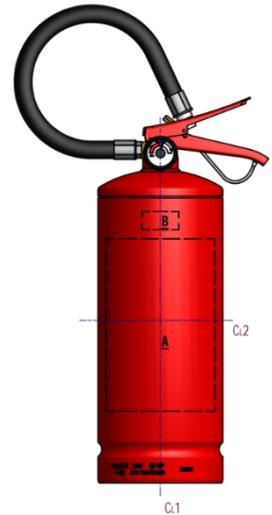

Figura 8 - Posicionamento do Quadro de Instruções
- Imaginariamente, crie uma linha de centro no sentido vertical extintor, tendo como base o indicador de pressão, conforme indicação "**CL1**" da Figura 8.
- Novamente, crie outra linha de centro imaginária no sentido horizontal do recipiente do extintor, desconsiderando os frisos, conforme indicação "**CL2**" da Figura 8.
- O selo de identificação da conformidade do INMETRO deverá ficar centralizado com a linha de centro vertical (“**Cl1**”), logo acima do quadro de instruções, conforme retângulo tracejado com indicação “**B**” da Figura 8.